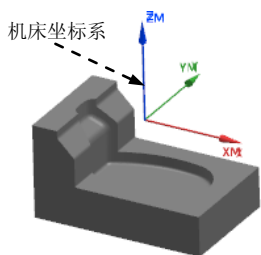

图 2.3 创建机床坐标系
Step2. 单击“CSYS”对话框 操控器 区域中的“操控器”按钮 ，系统弹出“点”对话框；在“点”对话框的 Z 文本框中输入值 65.0，单击  确定 按钮，此时系统返回至“CSYS”对话框；在该对话框中单击  确定 按钮，完成图 2.3 所示的机床坐标系的创建。